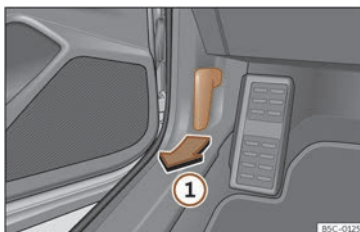

Fig. 189 Levier de déverrouillage sur le plancher, côté conducteur.
- Ouvrez la portière et tirez sur le levier situé sous le tableau de bord >>> fig. 189 ①.